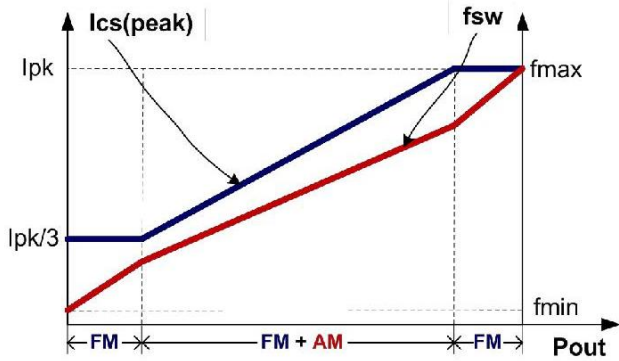

图 4
如图 4 所示，为了满足严苛的平均效率和待机功耗要求，FS6117 采用了调幅控制 (AM) 和调频控制 (FM) 结合的多模式控制技术。